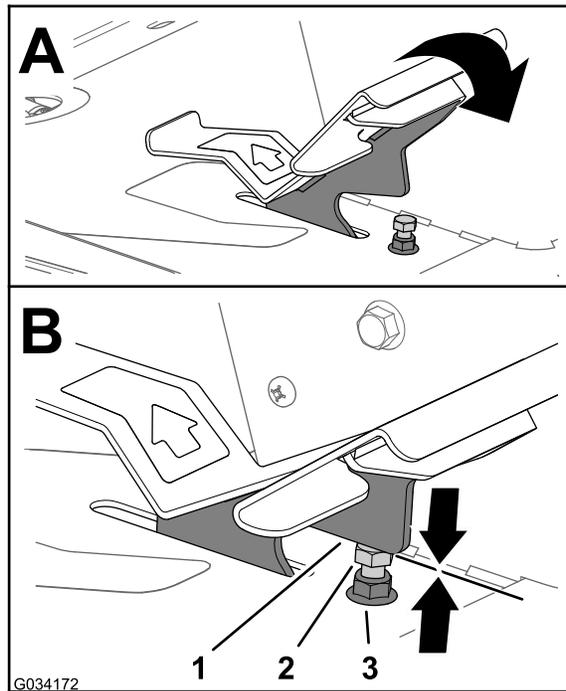
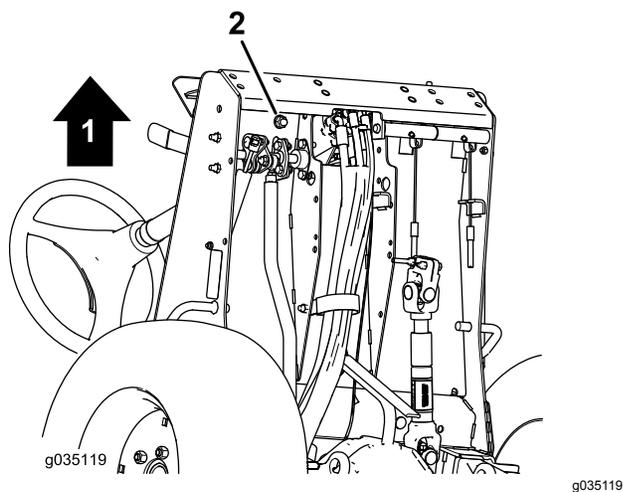

図 77
図 78
1. 走行ペダルを前進一杯に押し込む 図 77。
A. レンチでペダルストップを押さえる 図 77。
B. フットレストプレートの底部についているジャムナットをゆるめる 図 78。
- C. 走行ペダルを前進一杯にする 図 77。
D. ペダルストップを押さえておいて、フットレストプレートの上側にあるジャムナット 図 77 を調整して走行ペダルをストップに接触させる。
- F. ペダルストップを押さえた状態でフットレストプレート底部のジャムナット 図 77 と 図 78 を $3745\text{N}\cdot\text{m}$ $3.74.6\text{kg}\cdot\text{m}$ = $2733\text{ft}\cdot\text{lb}$ にトルク締めする。